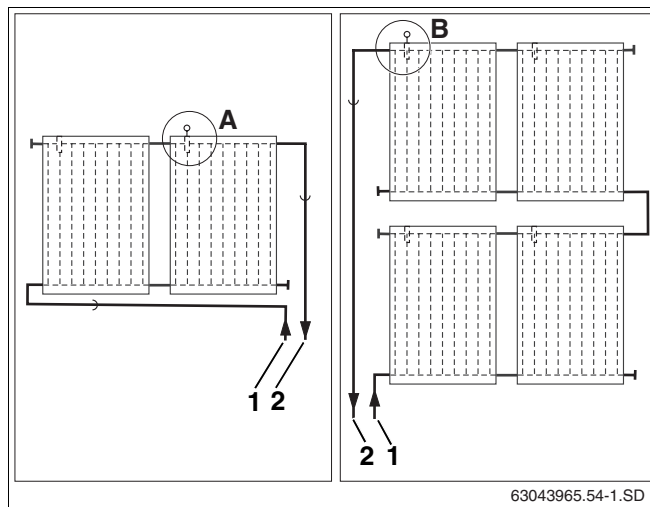

Рис. 32 Место установки датчика коллектора (схематическое изображение)
Обратите внимание на разные места установки при одно- и двухрядной коллекторной системе (рис. 32).
Датчик должен устанавливаться в коллектор, к которому подключена подающая линия (рис. 32, поз. 2).
- Место установки (рис. 32, **поз. А**) при однорядной коллекторной системе с правой подающей линией.
- Место установки (рис. 32, **поз. В**) при двухрядной коллекторной системе с левой подающей линией.